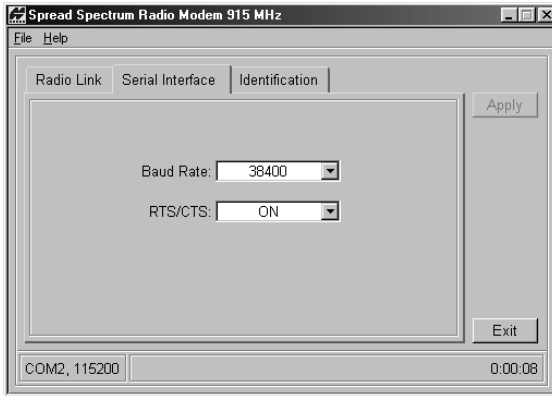

Figura 2-27. Pestaña de la Interfaz Serial del Módem de TPS
5. Haga clic en la pestaña **Serial Interface**, configure los siguientes valores y después haga clic en **Apply** (Figura 2-27 en la página 2-39):